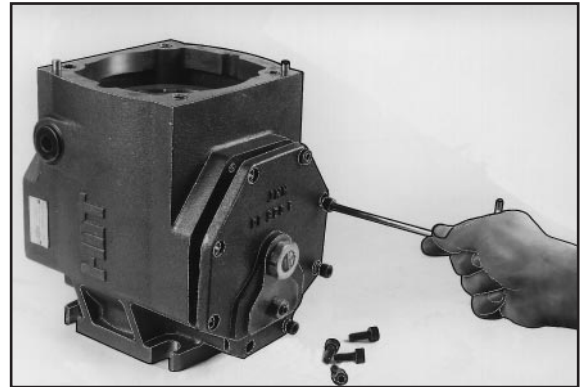

Fig. 24
- 5.5.6 - Allentare ed estrarre le otto viti di fissaggio (75) del coperchio inferiore (6) (fig. 24) facendo attenzione a non danneggiare la sezione piatto oscillante (33) (fig. 25).
- 5.5.6 Unscrew and remove eight fixing screws (75) of the lower cover (6) (fig. 24), and remove it taking care not to damage the swash plate pusher section (33) (fig. 25).